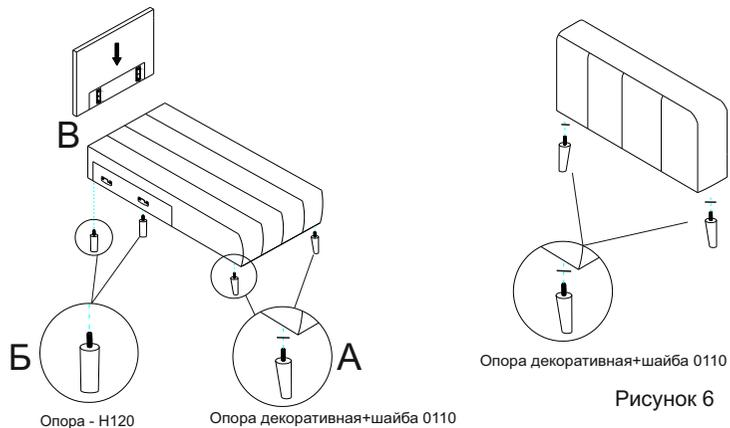

Рисунок 5
- 6) вернуть декоративную опору в секцию боковую (рисунок 5 А);
- 7) вернуть опору Н120 в секцию боковую (рисунок 5 Б);
- 8) присоединить спинку к секции боковой при помощи соединительных кронштейнов (рисунок 5 В);